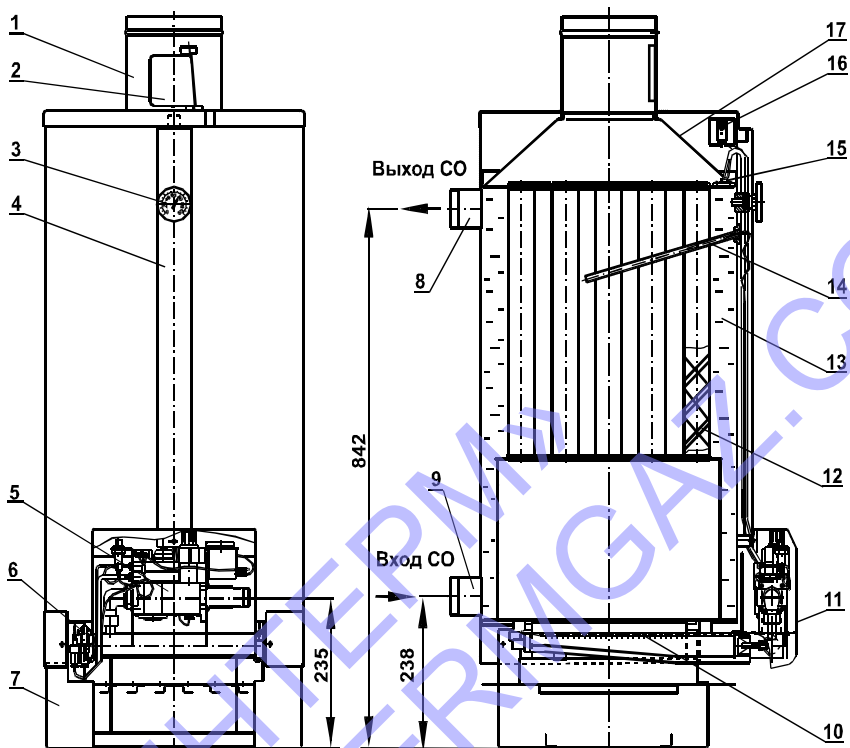
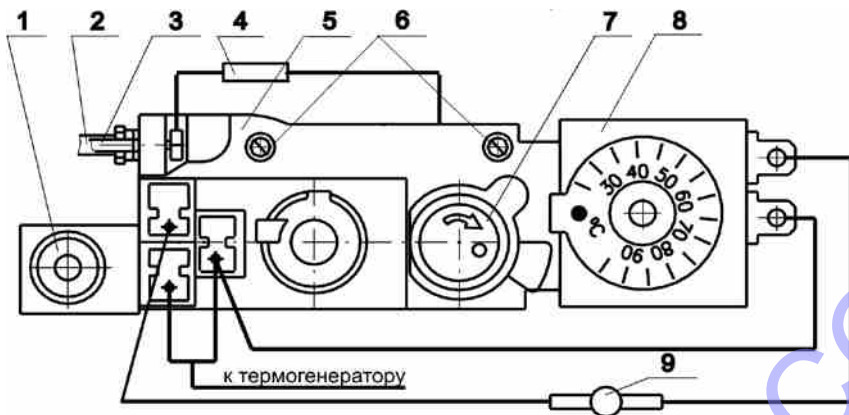
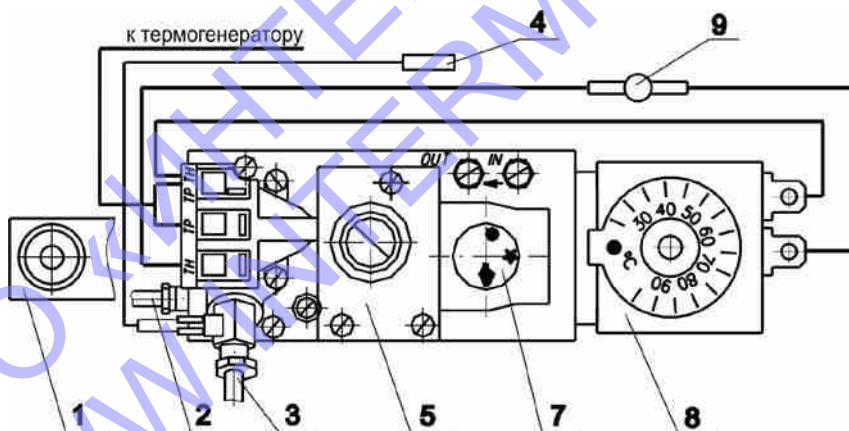
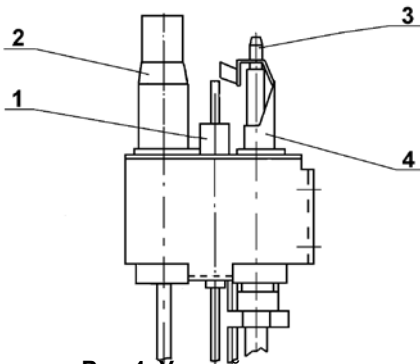

Рис.1 Котел отопительный водогрейный Комфорт
Рис.2 Блок управления VS8620C “Honeywell”
Рис.3 Блок управления SIT 820 NOVA
Рис.4 Устройство запальное
4.2. Блок автоматики 5 (Рис.2) VS8620C или блок автоматики 5 (Рис.3) SIT 820 NOVA представляет собой электромеханическое устройство и служит для подачи газа к запальнику и горелке, регулирования температуры воды в котле и автоматического отключения подачи газа при:
4.3. Термостат 8 (Рис.2) или (Рис.3), соединенный проводами с блоком и автоматикой по перегреву 15 (Рис.1), обеспечивает автоматическое плавное включение основной горелки, а при достижении заданной температуры воды в теплообменнике производит полное отключение основной горелки.
4.4. Автоматика по перегреву 9 (Рис.2) или (Рис.3) (термостат предельного нагрева), соединенная проводами с блоком VS8620C или блоком автоматики SIT 820 NOVA и термостатом 8 (Рис.2) или (Рис.3), обеспечивает автоматическое предохранительное отключение подачи газа на основную горелку при достижении температуры воды в баке-теплообменнике котла 93 °С ÷ 100 °С (в случае выхода из строя термостата 8 (Рис.2) или (Рис.3) или ошибочной настройки его на температуру выше 90 °С).
4.5. Тягопрерыватель 1 (Рис.1) предназначен для автоматической стабилизации величины разрежения в топке котла, т.е. уменьшения влияния колебания величины разрежения в дымоходе на тягу в топке котла. Для успешной работы дверца тягопрерывателя 2 (Рис.1) должна легко вращаться на оси.
4.6. Автоматика по тяге состоит из датчика тяги (биметаллическая пластина с микровыключателем), укрепленного на крышке бака, и проводов, соединяющих микровыключатель с блоком автоматики 5 (Рис.2) или (Рис.3).
4.7. Устройство запальное Рис.4 предназначено для крепления запальника, термогенератора, термопары, свечи пьезорозжига и розжига основной горелки.
5.8. Во избежание самопроизвольного срабатывания датчика тяги кожух 17 (Рис.1) не должен касаться биметаллической пластины датчика тяги 16 (Рис.1).
6.12. Проверьте работу пьезорозжига. При нажатии на кнопку пьезорозжига 1 (Рис.2) или (Рис.3) должна проскакивать искра между электродом свечи 1 (Рис.4) и запальником 4 (Рис.4).
6.15. Настройте термостат 8 (Рис.2) или (Рис.3) на необходимую температуру воды в котле.